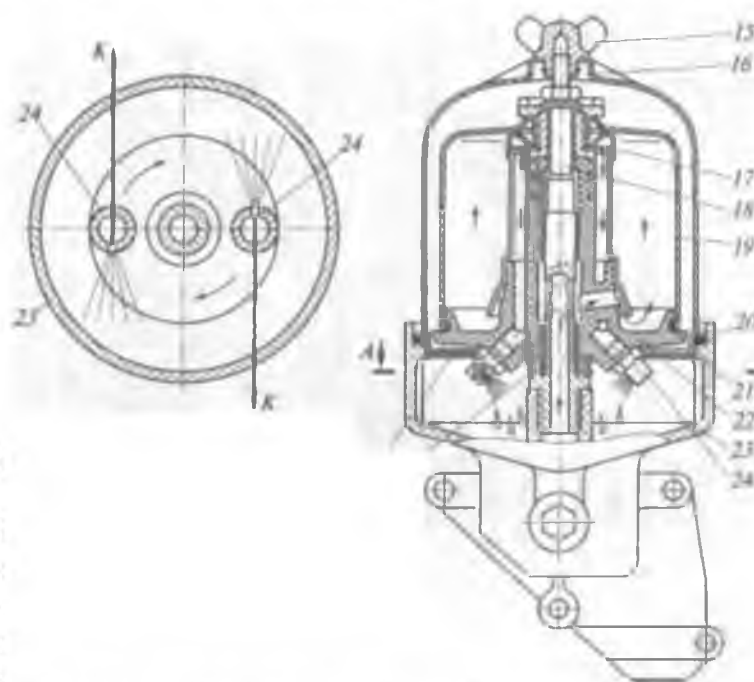

Рис. 1.11. Фильтры очистки масла:
15. Изучить фильтры очистки масла (см. рис. 1.11) и разобрать фильтр центробежной очистки масла (центрифугу), для чего: